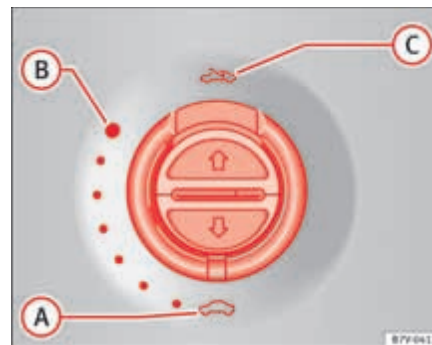

Fig. 58 En el revestimiento interior del techo: gire el conmutador para abrir y cerrar.
⇒ página 99, fig. 58
- El conmutador ⇒ página 99, fig. 58 debe estar en la posición de “cerrado” .